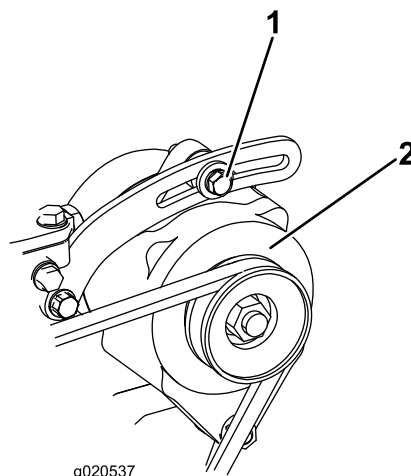

Figura 89
1. Si la desviación no es de 10 mm, afloje los pernos de montaje del alternador (Figura 89).